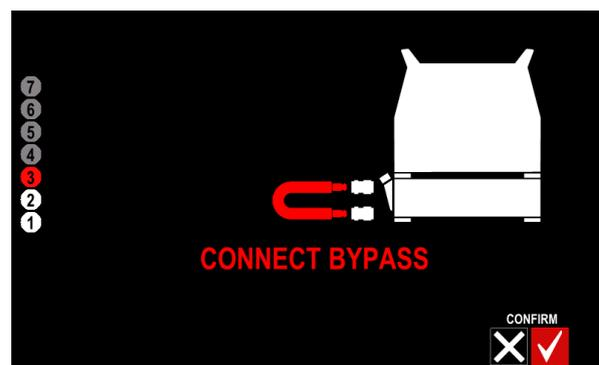

Figure 16
- Raccorder le court flexible rouge avec les raccords rapides à eau (flexible de DÉRIVATION inclus avec l'équipement) au raccord de sortie bleu et rouge sur l'avant du refroidisseur (Figure 16 ou 24). Observer le circuit du liquide de refroidissement.